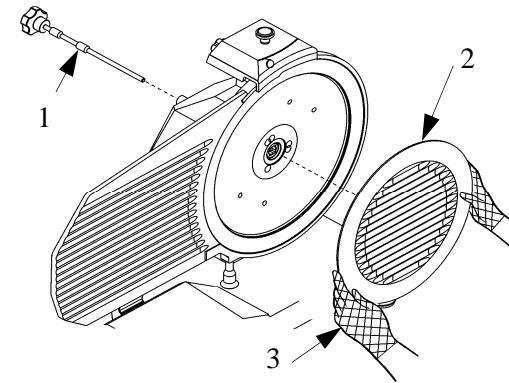

Abb. Nr.14 - Aushängen der Messerabdeckung
Den Drehknopf des Messerspanners (1) abschrauben (siehe Abb.Nr.14), um die die Messerabdeckung herausnehmen zu können (2).
Zur Reinigung der entgegengesetzten Messerfläche und des Ringes muß das Messer aus der Aufschnittmaschine genommen werden (siehe Abb. Nr.14). Herausnehmen des Messers:
- 1) Die Messerabdeckung aushängen (siehe Abb. Nr.14)